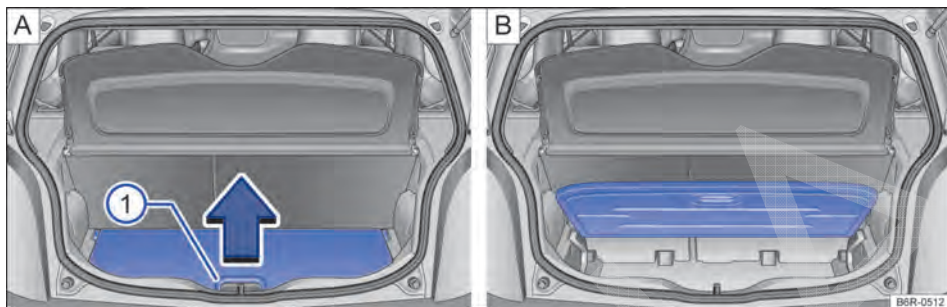

Fig. 65 A: assoalho variável do compartimento de bagagem rebatido para cima. B: assoalho variável do compartimento de bagagem aberto.
Para *abrir*, levantar pela alça → Fig. 65 ① no sentido da seta e rebater o assoalho do compartimento de bagagem completamente para cima → Fig. 65 B.